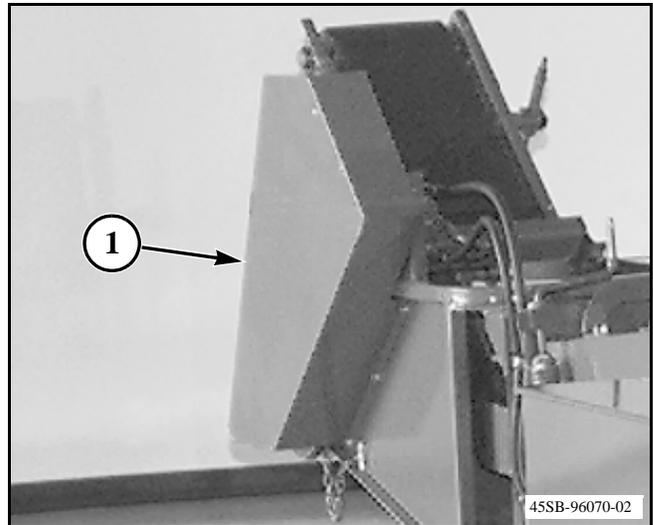

FIG. 10
FIG. 10: La sujeción del expulsor de fardos (1), se ajusta a la parte trasera de la cámara de fardos y es impulsado por un sistema de accionamiento hidráulico que funciona mediante el volante de la enfardadora. El expulsor utiliza dos correas de alta velocidad para tomar el fardo y expulsarlo hacia el vagón.